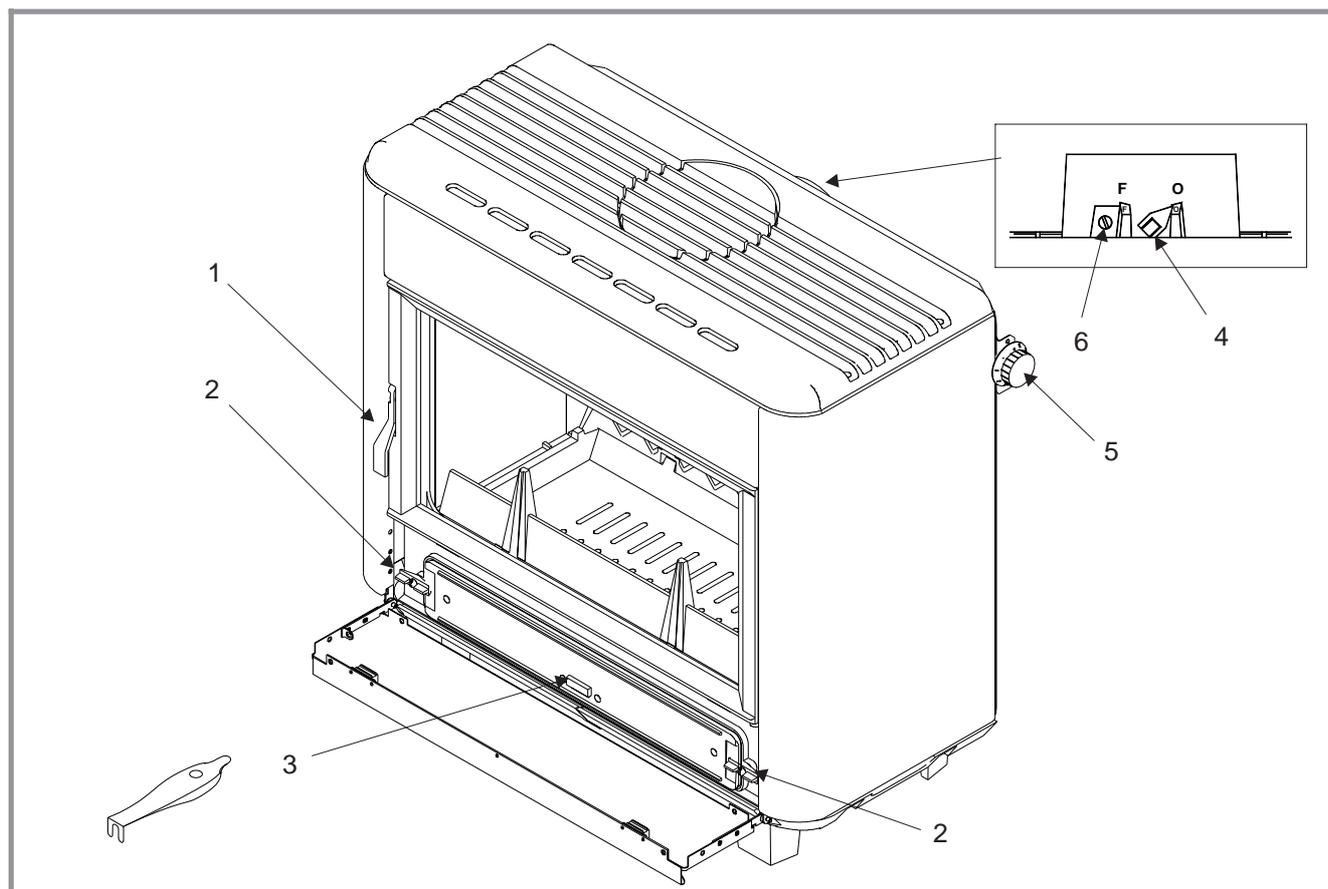

Figure 5 - Organes de manoeuvre
- Après installation de l'appareil, vérifier le tirage de la cheminée. Ôter préalablement la vis, (# 6, fig. 5).
- Vérifier que le registre de tirage (clapet) est ouvert (# 4, fig. 5).
Remarque : Lorsque le tirage de la cheminée est excessif, positionner l'index de commande du clapet sur **F** ou sur une position intermédiaire (# 4, fig. 5).